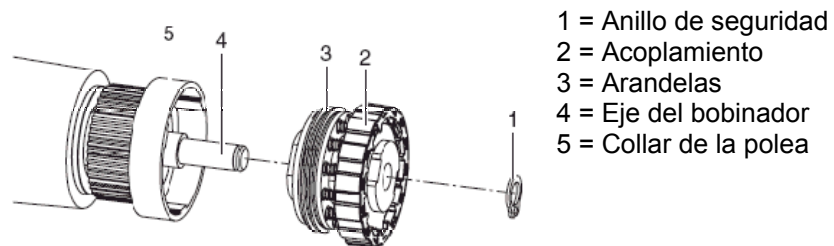

Figura 8
3. Retirar el anillo de seguridad (1).
4. Extraer el acoplamiento o el freno (2), respectivamente, del eje del bobinador (4, en la Figura 8).